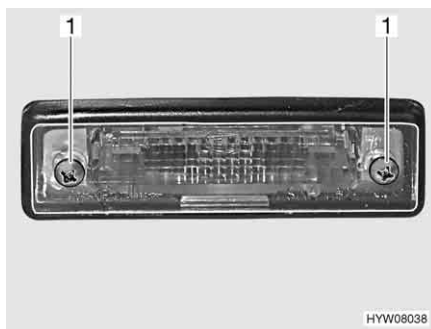

Fig. 241 Luci posteriori (luce targa)
- Svitare due viti degli involucri (Fig. 241,1).